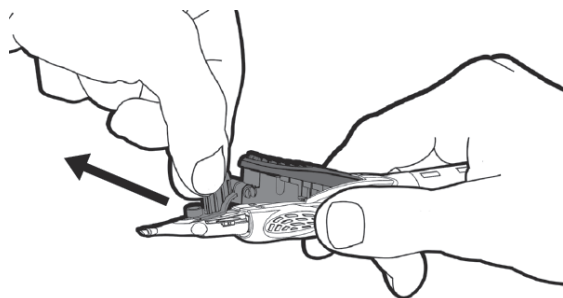

図2
9. ロックアウトアセンブリのタブをつまみ、ロックアウトアセンブリを引き上げながら、本体から取り外す（図2）。